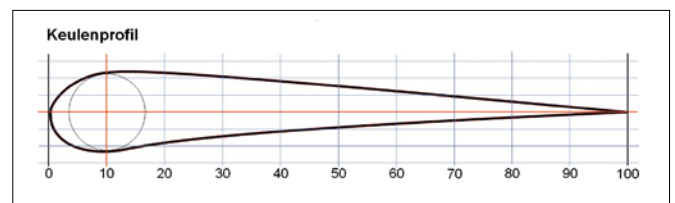
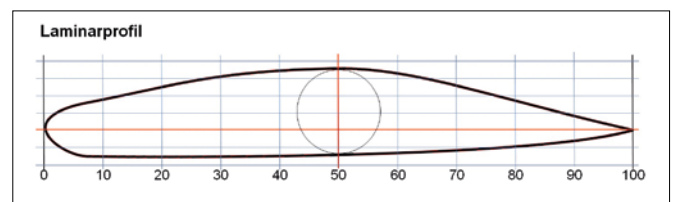

Bild 2: Ein Keulenprofil mit einer Dickenrücklage von nur 10 Prozent
Bild 3: Ein Laminarprofil mit einer Dickenrücklage von 50 Prozent
- Die Dickenrücklage bestimmt die Länge der laminaren Anlaufstrecke eines Profils, das heißt der Strecke bis zum Umschlag der Grenzschicht von laminarer in turbulente Strömung. Konventionelle Profile wie in **Bild 1** arbeiten bei etwa 30 Prozent Dickenrücklage. Sogenannte Keulenprofile (**Bild 2**) weisen eine Dickenrücklage von nur etwa 10 Prozent auf. Sie verfügen damit über ein gutes Verhalten im niedrigen Re-Bereich. Eine weite Dickenrücklage bewirkt eine große laminar- und eine kurze turbulenzstrecke, womit sich der Strömungswiderstand verringert. Diese Eigenschaften charakterisieren die laminarprofile, deren Dickenrücklage bis zu 50 Prozent betragen kann (**Bild 3**). Wegen ihres hohen Wirkungsgrads finden sie für hohe Geschwindigkeiten sowie im Segelflug Anwendung.
Eine für den Segelflug bedeutende Besonderheit stellen die Laminarprofile aus Bild 3 dar. Die weit nach hinten verschobene Dickenrücklage führt zu einer langen laminaren Anlauf- und entsprechend kurzen turbulenten Auslaufstrecke. Wegen ihrer aerodynamischen Raffinesse sollen sie genauer betrachtet werden.